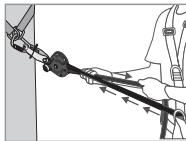
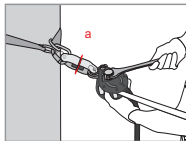

Fig 3
Fig 4
Po zamontowaniu linki bezpieczeństwa należy ustawić jej naciągnięcie przez manualne naprężenie linki (od strony węzła końcowego –Rys. 3). Krzywka (8) oraz dźwignia krzywki (4) powinny automatycznie zbliżyć się do linki. Zacinając dźwignię krzywki (4), a następnie za pomocą odpowiednio dopasowanego klucza naciągnąć linę na osi regulacji naciągnięcia (1), aż podkładka wskaźnika naciągnięcia (a) znajdująca się pod wskaźnikiem naciągnięcia (2) zacznie się swobodnie obracać (Rys. 4). PRZESTĄC DOKREĆCĄC, jak tylko podkładka zacznie swobodnie się poruszać! Ruch ten odpowiada wstępnemu naciągowi linki o wartości około 1 kN. Podczas użytkowania należy regularnie sprawdzać naciągnięcie linki (obroty podkładki wskaźnika naciągnięcia) i w razie konieczności uregulować je zgodnie z powyższym opisem.